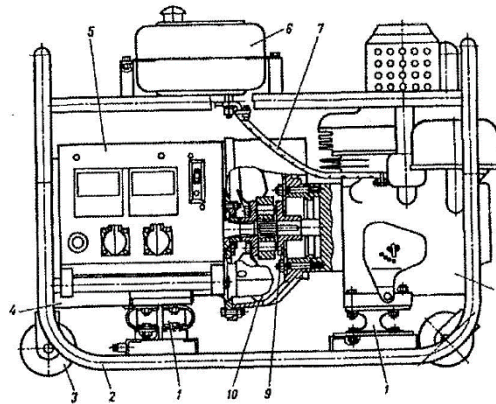

Рис. 1
8. Что изображено на рис. 1 под № 8
- 9). Что изображено на рис. 1 под № 4